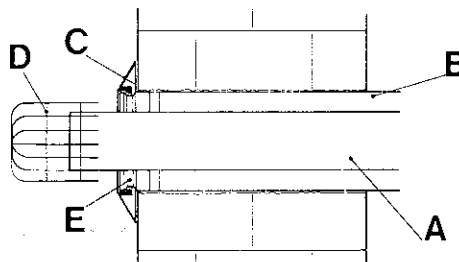

Fig 1
È disponibile l'accessorio "Collettore Standard" (fig. 1) costituito da un tubo di scarico fumi **A** di diametro 60 mm e lunghezza 850 mm, munito di terminale antivento **D**, di tubo aspirazione aria di diametro 100 mm e lunghezza 795 mm, di un collare in gomma **C** per la parete esterna e di una curva concentrica a 90° con relative fascette per il montaggio
- Preparare i tubi tagliandoli alla lunghezza appropriata al tipo di installazione, quindi introdurre il tubo fumi nel tubo aria fino a raggiungere il fermo E (Fig 1) posto all'estremità della guaina. Se l'operazione è eseguita correttamente, la sporgenza del tubo fumi  $\varnothing$  60 rispetto al tubo aria  $\varnothing$  100, risulterà di 7,5 mm